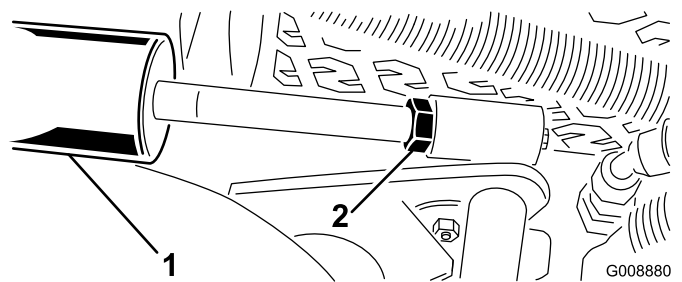

**Figura 28**
- 3. Arranque el motor, eleve los brazos de elevación y compruebe que la holgura entre la pletina que está encima de la barra de desgaste de la unidad de corte trasera y la pletina de amortiguación es de 0,51 a 2,54 mm, según se muestra en **Figura 28**.